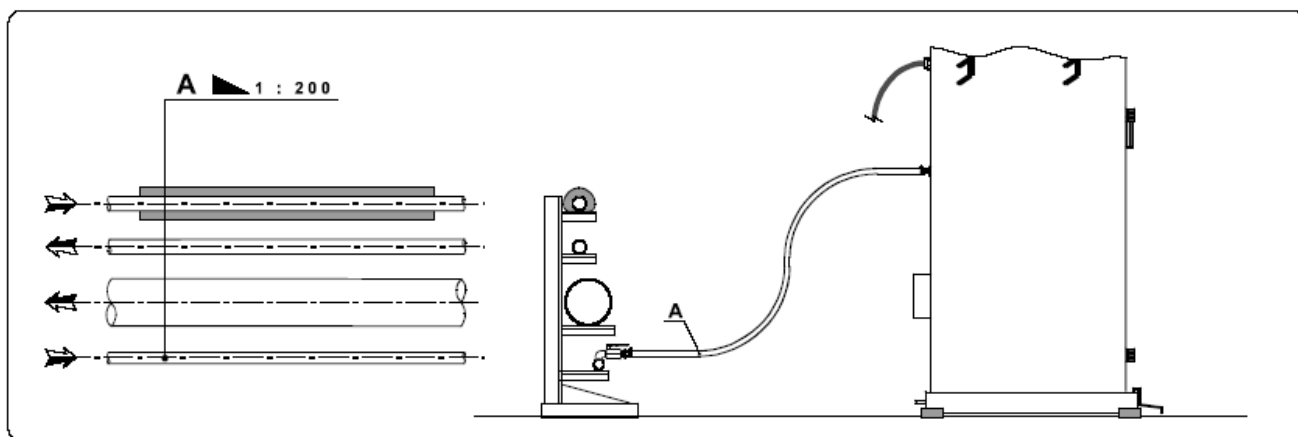
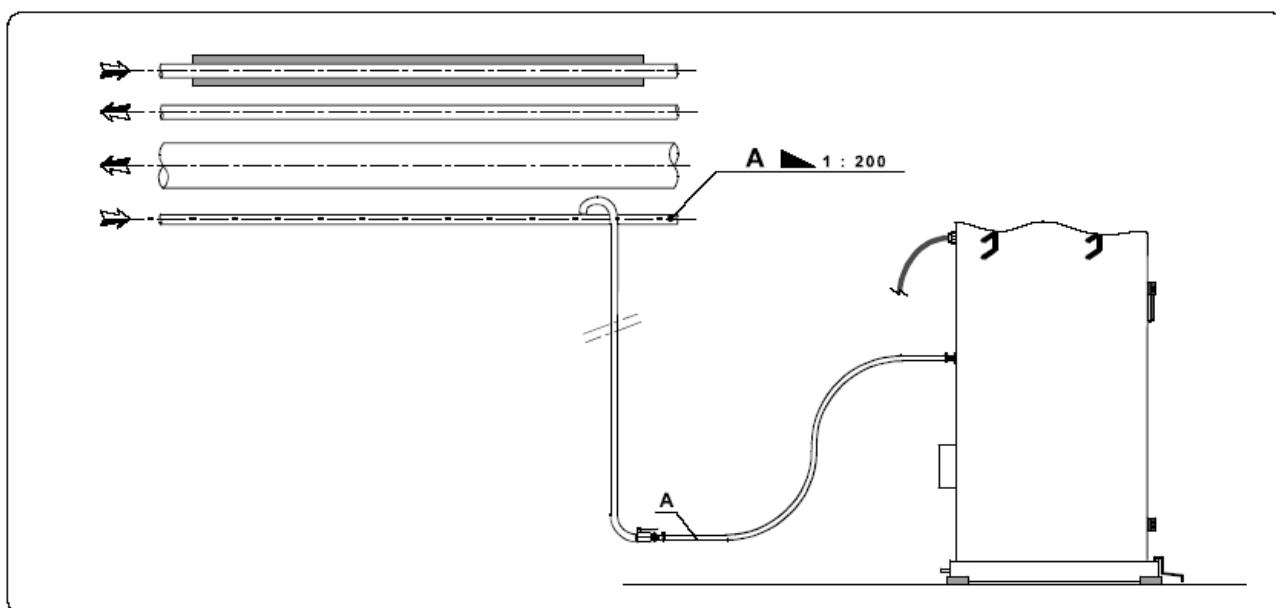

Рис. 3
Рис. 4
- перед подключением машины к магистралям цеха перекрыть подачу по трубопроводам, удалить воду из трубопроводов. Трубопроводы для воздуха могут быть проложены по полу (рис. 3) или под потолком (рис. 4).